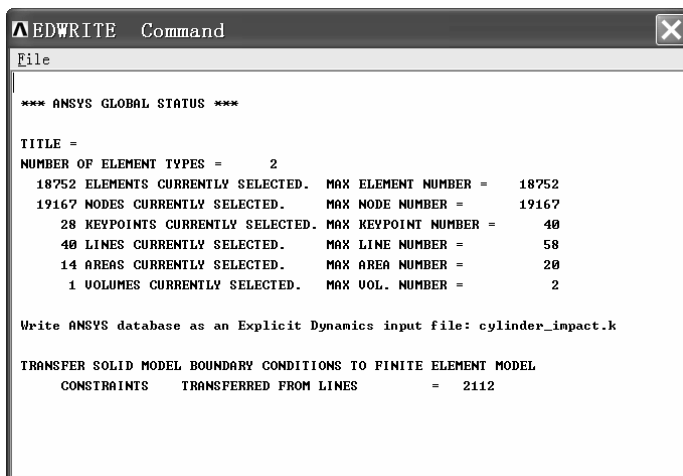

图 3-195 “EDWRITE Command” 窗口
(4) 单击“Input files to be Written for LS-DYNA”窗口中的“OK”按钮，弹出“EDWRITE Command”窗口（见图 3-195）。
(5) 单击“EDWRITE Command”窗口右上角的叉号关闭该窗口。